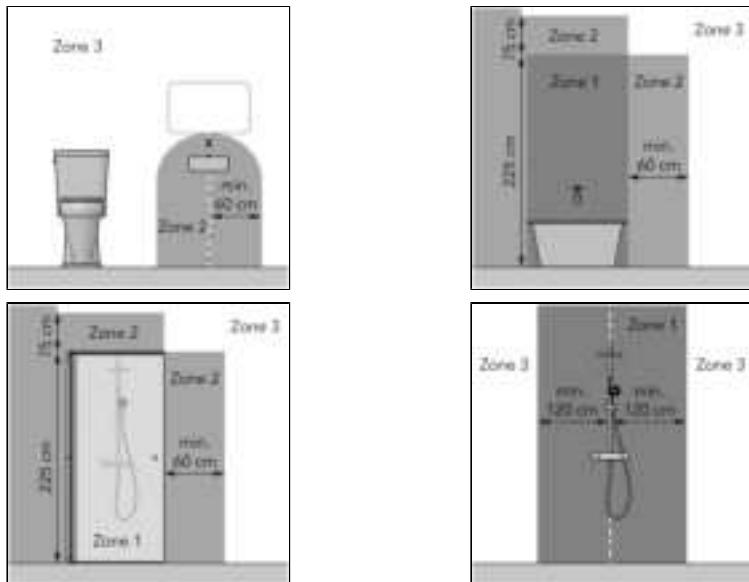

Figure 34.
- dans la zone 3 d'un cabinet de toilette ou d'une salle de bains avec baignoire, douche avec écran ou douche sans écran, voir Figure 34 ;